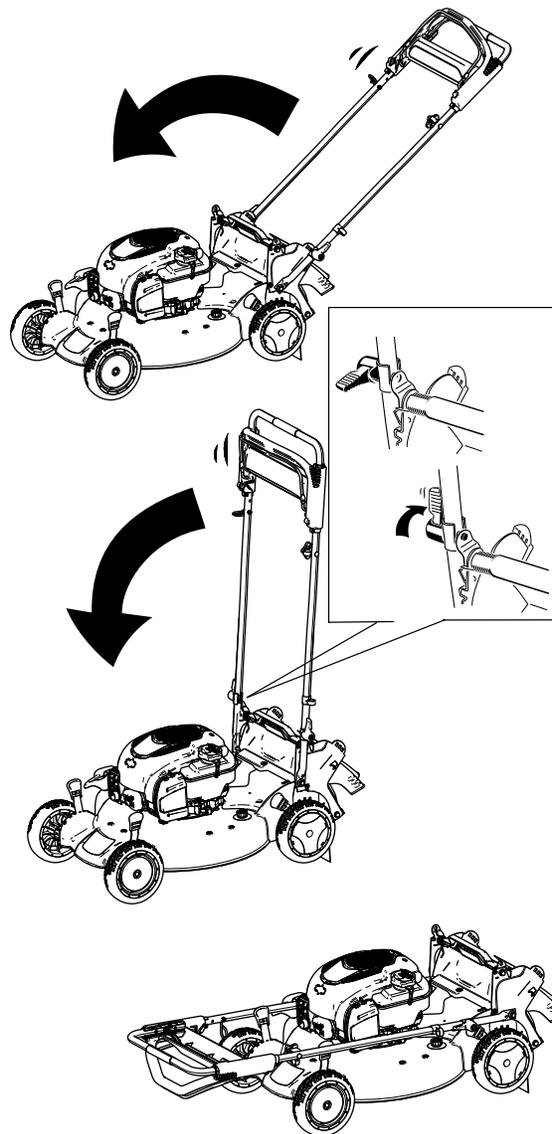

Рисунок 30
2. Поверните рукоятку вперед (Рисунок 30).